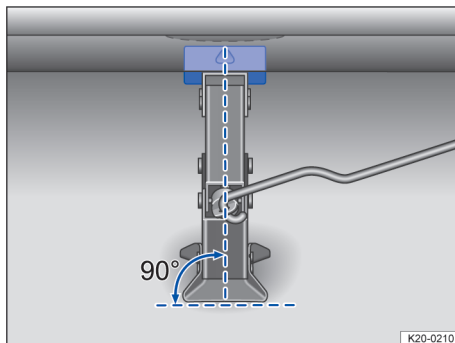
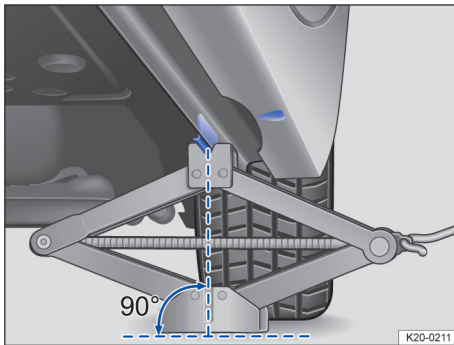

Fig. 216 Cricul amplasat în spate, pe partea stângă a autovehiculului.
Fig. 217 Cricul amplasat în spate, pe partea stângă a autovehiculului.
9. Asigurați-vă că piciorul cricului stă în siguranță pe sol cu toată suprafața și este perfect perpendicular sub punctul de fixare → fig. 216 și → fig. 217.
aceasta cuprinde marginea lonjeronului de sub autovehicul → fig. 217.